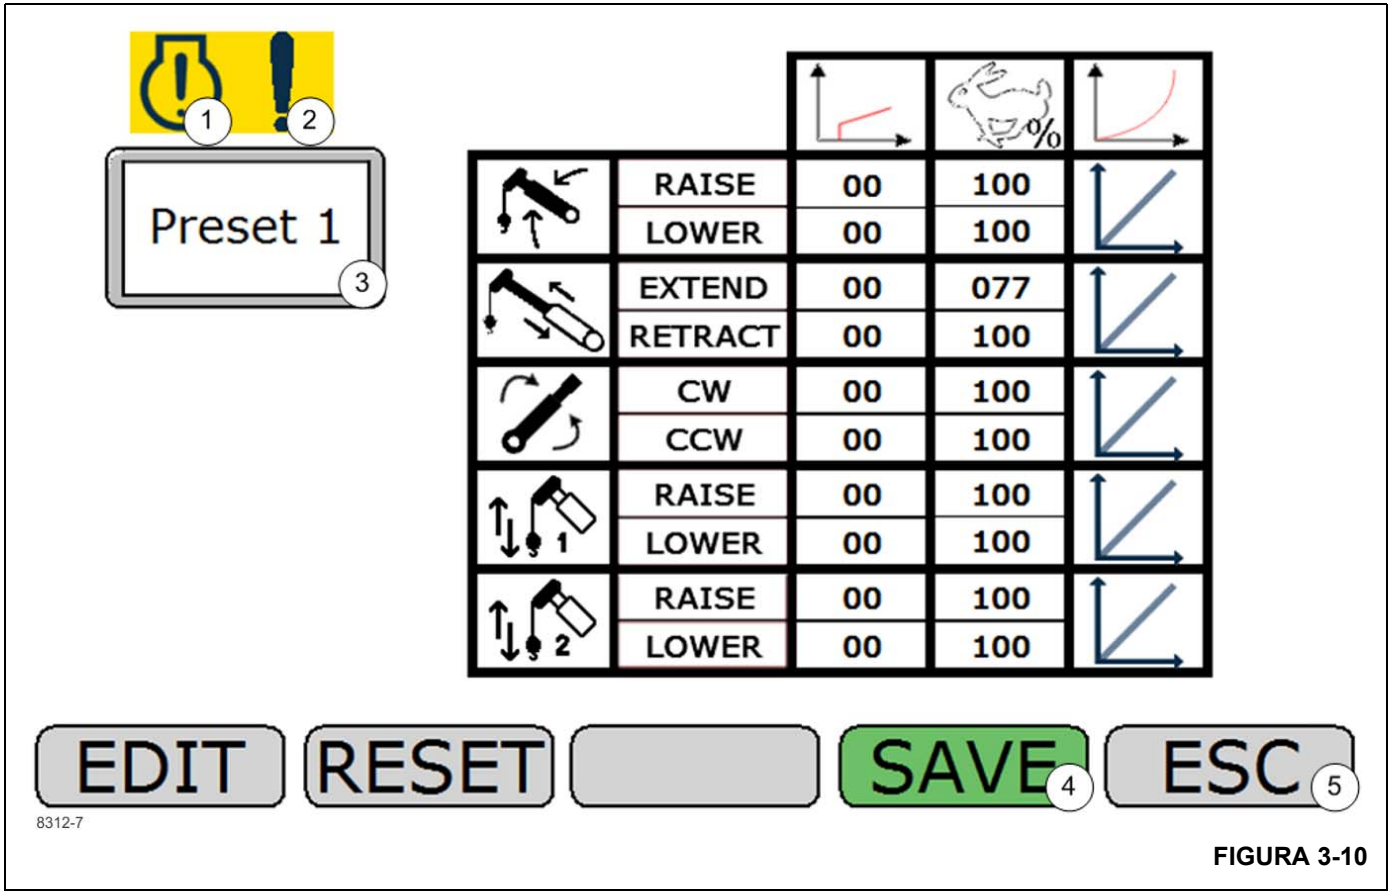

FIGURA 3-10
Vista 4 de modificación de preajustes (Figura 3-10)
Indicador de falla de motor activa (1) (Figura 3-10)